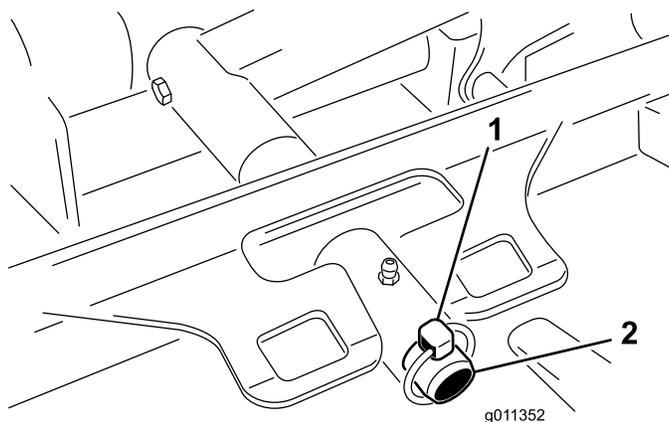

Figura 120
3. Retire o pino de sujeição (para máquinas Groundsmaster 4500) ou porca de bloqueio (para máquinas Groundsmater 4700) que fixa a estrutura de suporte da unidade de corte ao pino da articulação do braço de elevação (Figura 120).
2. Deslize a estrutura de suporte da unidade de corte até que esta fique sobre o pino da articulação do braço de elevação (Figura 120). Prenda a unidade de corte ao pino com o pino de sujeição (para máquinas Groundsmaster 4500) ou a porca de retenção (para máquinas Groundsmaster 4700) .